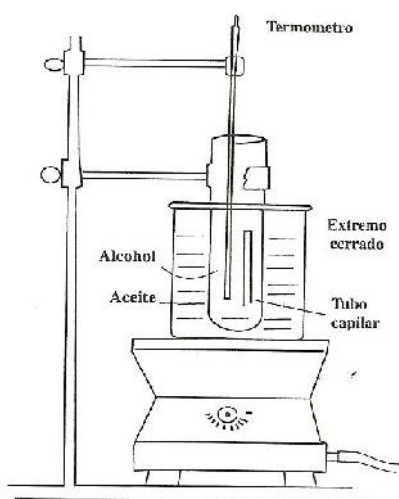

Figura 3.2
2.4.5. Introducir el tubo de ensaye que contiene el alcohol etílico al baño de aceite, enseguida colocar el termómetro dentro del tubo de ensaye como lo muestra la figura 3.2.